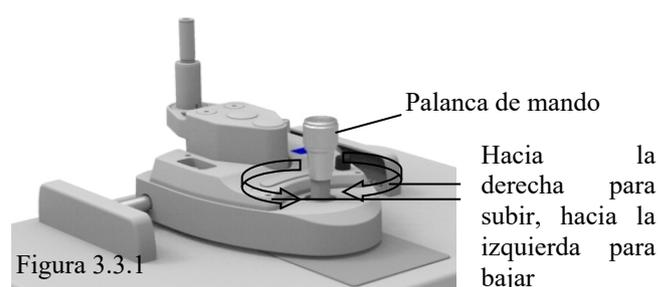

Figura 3.3.1
1. Ajuste aproximado en la dirección horizontal con el joystick en la posición vertical (ver Figura 3.3.1), mueva la base hacia adelante y hacia atrás para mover el microscopio en una dirección horizontal para alinear aproximadamente el objetivo.
Gírelo en el sentido de las agujas del reloj para bajar el microscopio; en sentido antihorario para levantar el microscopio (ver Figura 3.3.1).
3. Ligero ajuste en dirección horizontal. Incline el joystick hacia adelante y hacia atrás para que el microscopio se mueva ligeramente en dirección horizontal. Observe a través del ocular para alinear con precisión el objetivo y obtener una observación clara (consulte la Figura 3.3.1).